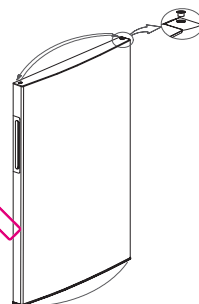

Fig. 7
5. Réinstallez la douille inférieure et le capuchon correspondant (Fig. 7). (Utilisez le capuchon de la douille fournie dans l'enveloppe contenant le manuel de l'utilisateur). Dégagez la douille inférieure et déplacez-la du côté gauche (Fig. 7)